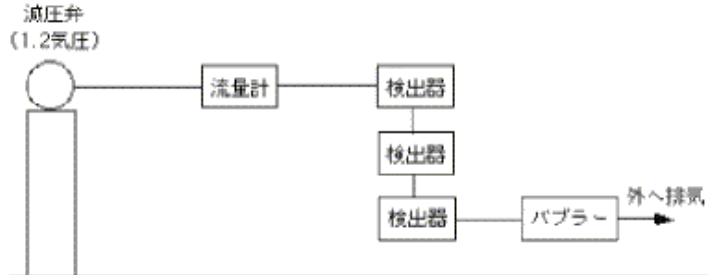

図 2.2C: ガス処理系の概要
9. RTV が乾いたら（フィードスルーを接着後、約 1 日待つ）、ガス処理系に接続して約 10cc/min 程度のガスを流し、バブラーにリターンがある事を確認する。ガス系の概略を図 2.2C に示す。この試験は 1 台ずつ行う。もしバブラーにリターンが無い場合はどこかでガスが漏れているのでガス漏れを直す。全員のガス漏れ